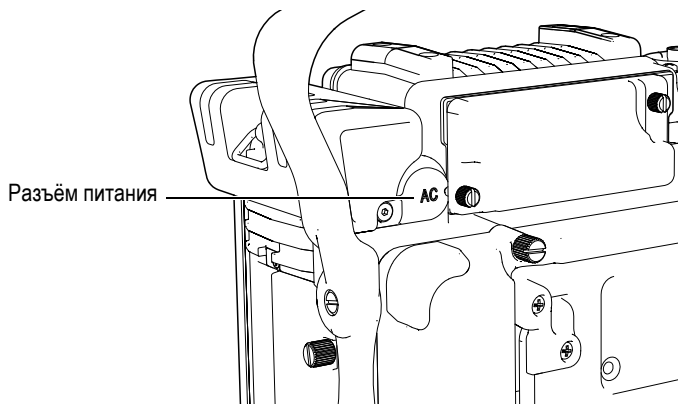

Рис. 2-3 Разъём питания
Питание ЕРОСН™ 1000 от сети переменного тока осуществляется посредством зарядного устройства/адаптера (ЕР-МСА). В адаптере ЕР/МСА имеется универсальный вход для электропитания, что позволяет использовать его для любых сетей переменного тока 100–240 В с частотой 50–60 Гц. Зарядное устройство/адаптер подсоединяется в соответствующий разъём ЕРОСН 1000 (см. Рис. 2-3 на стр. 42).
3. Подсоедините выход адаптера к разъёму питания (см. Рис. 2-3 на стр. 42).